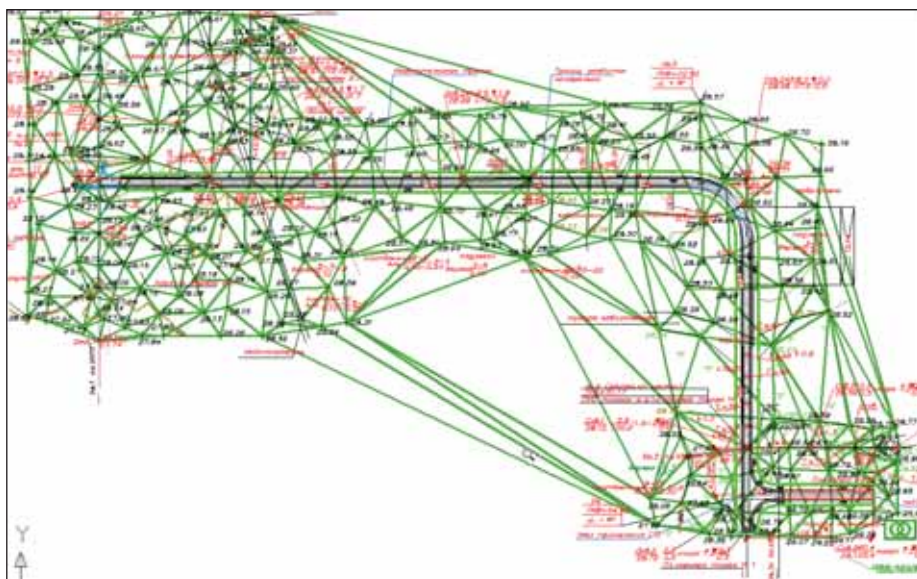

Рис. 1
- в AutoCAD Civil 3D по отметкам местности была сформирована 3D-поверхность местности, где предстоит пройти ВЛ (рис. 1);